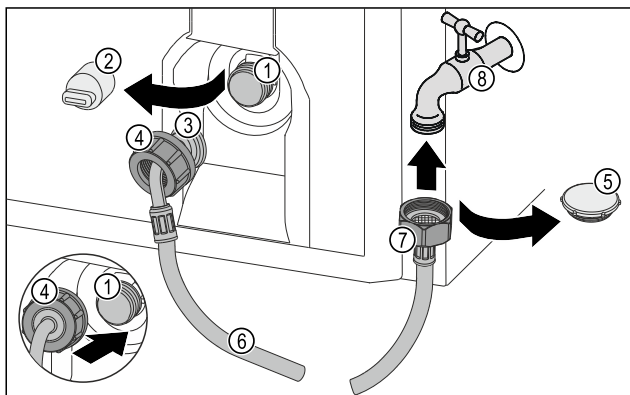

Fig. 27
- ▶ Retirer le capuchon de fermeture Fig. 27 (5).
- ▶ Placer l'extrémité de flexible droite Fig. 27 (7) sur le robinet d'eau Fig. 27 (8).
- ▶ Serrer l'écrou sur l'extrémité de flexible droite Fig. 27 (7) dans le sens des aiguilles d'une montre.